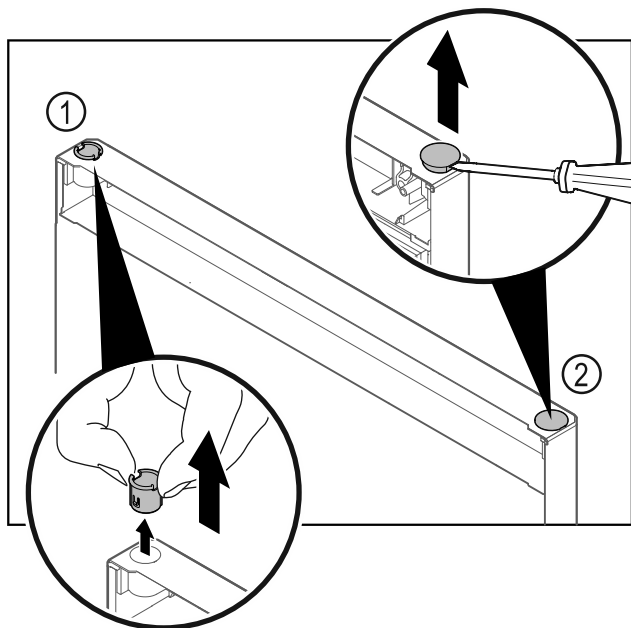

Fig. 40 Külmutusosa uks
- ▶ Tõmmake šarniiripuks Fig. 40 (1) sõrmedega välja.
- ▶ Tõstke katekork Fig. 40 (2) ettevaatlikult lapikruvikeerajaga üles ja tõmmake välja.